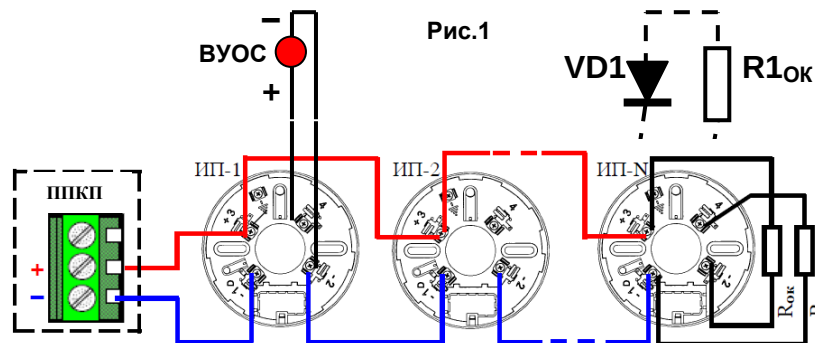

Рис.1
2.1 Установка извещателей и монтаж шлейфов (рисунок 1) должны проводиться в соответствии с требованиями действующих нормативных документов (ГОСТ, СП, СНиП и т.д.).